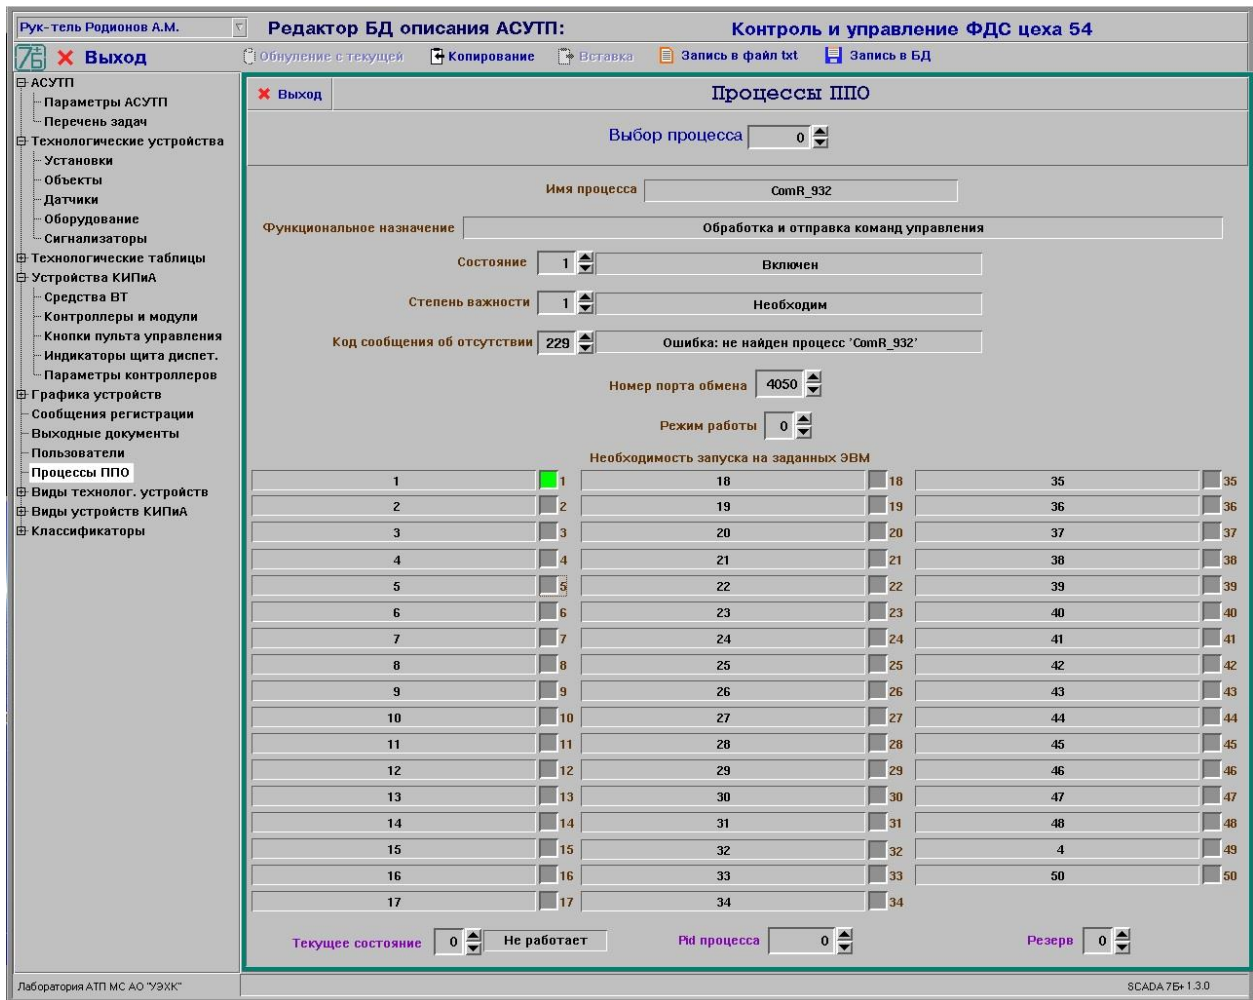

Рисунок 13 - Окно редактирования распределения процессов ППО по ЭВМ
8.11.1 После выбора в иерархическом списке темы «Процессы ППО» на экране будет отображено окно редактирования распределения процессов ППО по ЭВМ АСУТП (см. рис. 13).